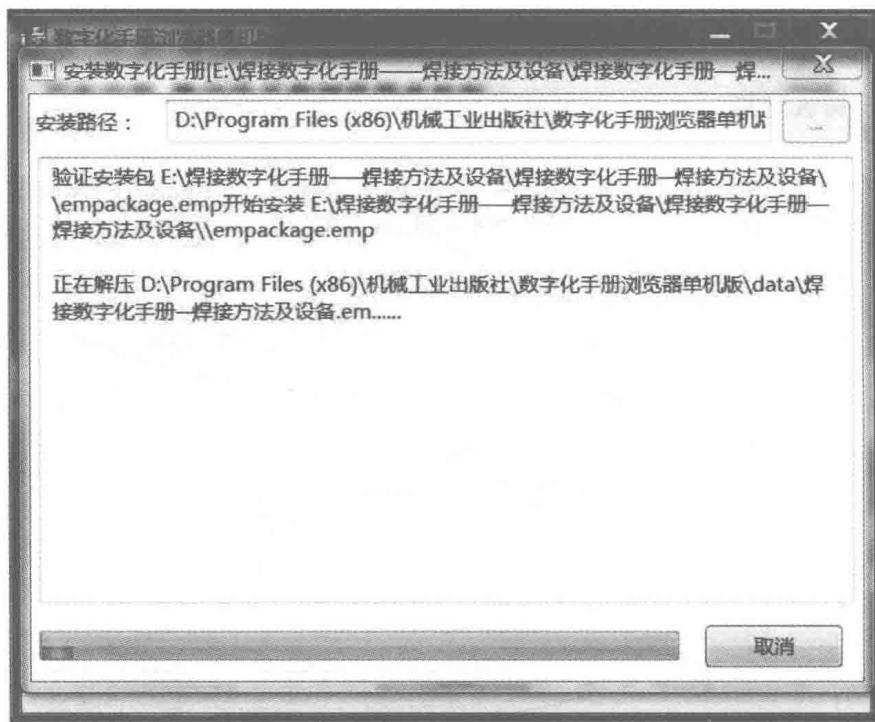

图 1-9 “安装数字化手册”窗口
8) 数字化手册单机版安装完成后，开始安装数字化手册（图 1-9），显示数字化手册的安装路径，并验证安装包，将数字化手册解压到指定目录。